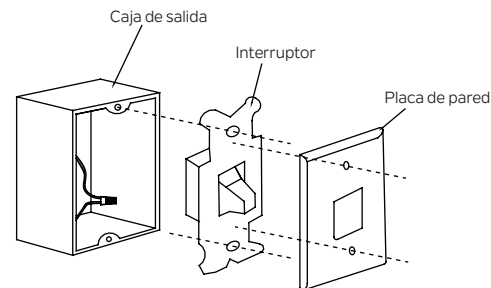

Figura 26
**Paso 1.** Para colocar el transmisor en la placa de pared, coloque primero el extremo inferior y luego presione la parte superior en la placa de pared. El transmisor ahora está sujeto a la placa de pared y funcionará desde aquí. (Figura 26)